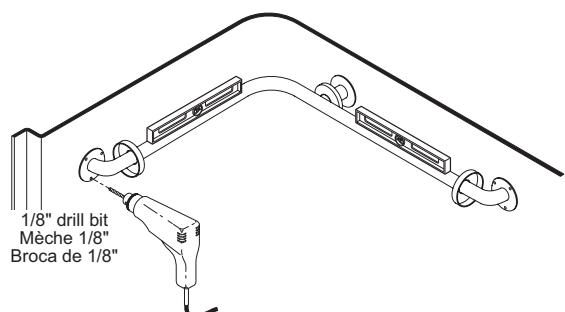
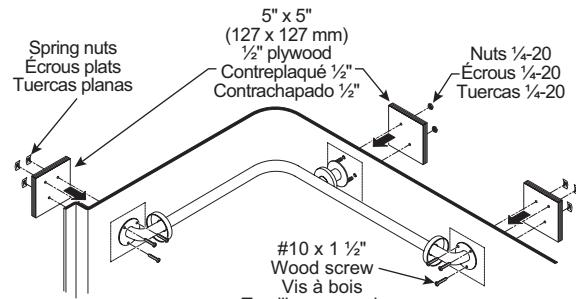

Fig. 4.10
Fig. 4.11
- c) Insert the bolts inside these holes. Use a level to determine the position of the flanges located at the extremities of the bar. Pre-drill each hole on the flanges, using 1/8" (32 mm) bit. Fig. 4.10.
- d) Cut out three (3) square reinforcements approximately 5" x 5" (127 x 127 mm), in 1/2" plywood, for each of the extremities of the support bar.
- e) Position reinforcement behind each flange and screw in until each #10 x 1 1/2" screw has gone entirely through it. Fig. 4.11.
- f) Install a flat nut behind each of the screws. Firmly tighten them using pliers, if necessary. Use hexagonal nuts 1/4-20 for the bolts. Fig. 4.11.
- c) Insérer les boulons à l'intérieur de ces trous. Utiliser un niveau afin de déterminer la position des brides situées aux extrémités de la barre. Pré percer chaque trou pratiqué sur ces brides, à l'aide d'une mèche de 1/8" (32 mm) de diamètre. Fig. 4.10.
- d) Découper trois (3) renforts carrés d'environ 5" x 5" (127 x 127 mm), dans un contreplaqué 1/2", pour chacune des extrémités de la barre de soutien.
- e) Positionner un renfort derrière chaque bride et visser jusqu'à ce que la vis #10 x 1 1/2" ait traversé entièrement ce dernier. Percer celui du centre afin que les boulons puissent le traverser. Fig. 4.11.
- f) Installer un écrou plat derrière chacune des vis. Serrer fermement ces derniers en utilisant des pinces, si nécessaire. Utiliser les écrous hexagonaux 1/4-20 pour les boulons. Fig. 4.11.
- c) Insertar las clavijas dentro de esos agujeros. Utilizar un calibre con objeto de determinar la posición de las bridas ubicadas en los extremos de las barras. Hacer de antemano un agujero en esas bridas, con broca de 1/8 pul. (32 mm) de diámetro. Fig. 4.10.
- d) Recortar tres (3) refuerzos cuadrados de aproximadamente 5 pul. x 5 pul. (127 x 127 mm), en contrachapado de 1/2 pul., para cada uno de los extremos de la barra de soporte.
- e) Colocar un refuerzo detrás de cada brida y atornillar hasta que el tornillo #10 x 1 1/2" lo haya traspasado enteramente. Perforar el del centro para que las clavijas puedan traspasarlo. Fig. 4.11.
- f) Instalar una tuerca plana detrás de cada uno de los tornillos. Apretar con firmeza sirviéndose de alicates, si fuera necesario. Utilizar las tuercas hexagonales 1/4-20 para las clavijas. Fig. 4.11.